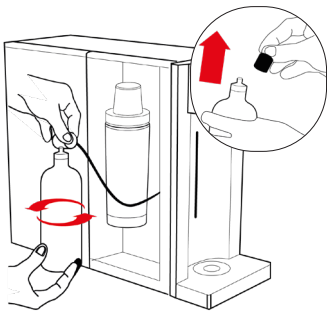

Fig. 4-14
40.7 – Prendere la nuova bombola CO₂, rimuovere il sigillo e il tappo di protezione dalla valvola, vedi Fig. 4-14.
Serrare ulteriormente a mano bombola e riduttore applicando una leggera forza, l'eventuale sfiato di una piccola quantità di gas durante la fase finale del serraggio è da considerare normale, vedi Fig. 4-14.